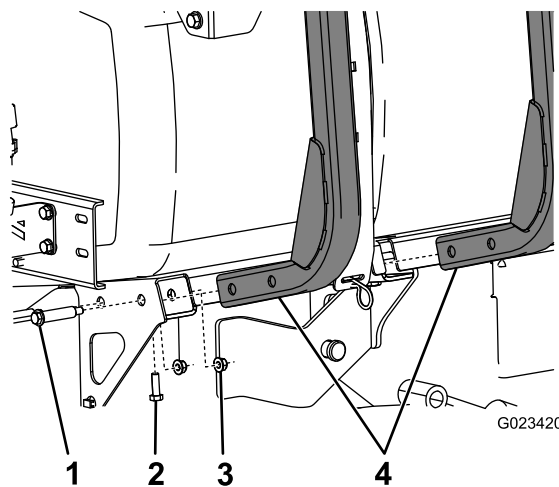

Figura 2
1. Montate i 2 supporti per avvolgitubo sul lato della macchina utilizzando 4 bulloni di spallamento e 4 dadi flangiati (5/16 poll.) come mostrato in Figura 2.
2. Fissate la parte inferiore dei supporti per avvolgitubo alla macchina utilizzando 2 bulloni (5/16 poll.) e 2 dadi di bloccaggio (Figura 2).